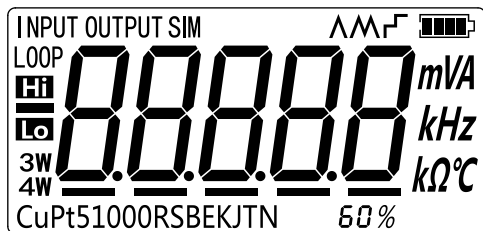

图 2.3-1
1. 请在开机时按住 \odot 键直到蜂鸣器发出“滴”声，调整界面如图 2.3-1 所示。